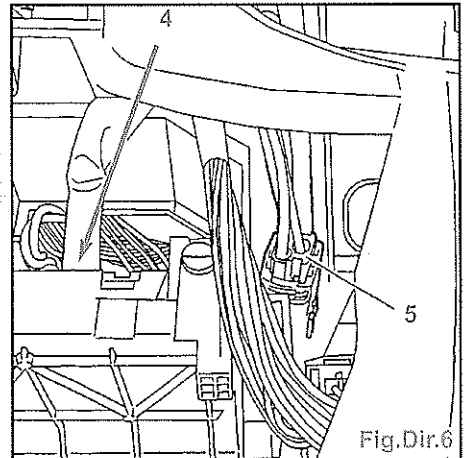

Fig.Dir.6
- Débrancher (Fig.Dir.6) :
- le connecteur (4),
- le connecteur (5).